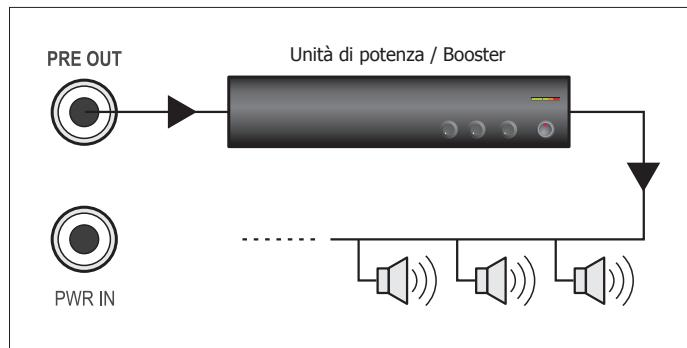

Fig. 3.6.2
L'uscita **PRE OUT** (11) può inoltre essere sfruttata per il collegamento ad un eventuale amplificatore di potenza esterno (fig. 3.6.2).
The **PRE OUT** (11) output can also be exploited for connection to an external power amplifier, if required (Fig. 3.6.2).